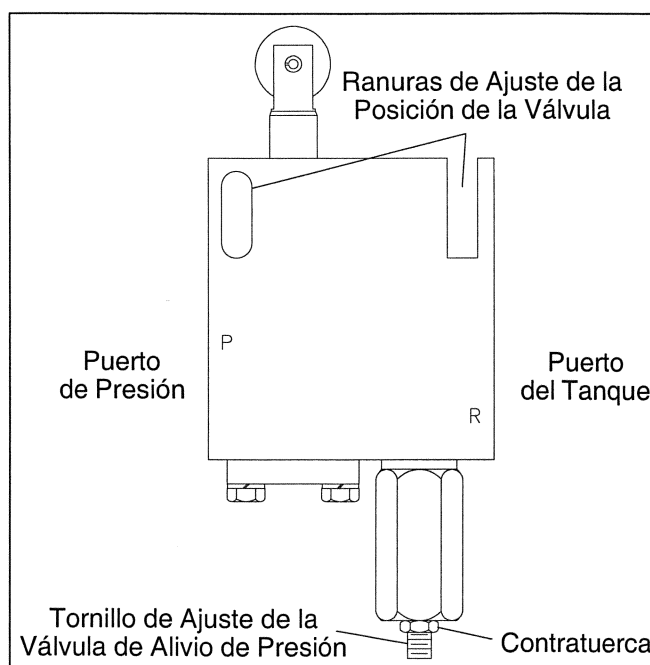

Figura 5.34 — Ajuste de la Válvula de Almacenamiento del Brazo
7. La válvula de alivio de presión tiene un tornillo de ajuste y una contratuerca (ver Figura 5.34). Si la lectura de la presión de alivio tomada en el Paso 6 fuera superior a 500 psi, disminuya la presión de alivio. Para hacer esto, afloje la contratuerca y gire el tornillo de ajuste en el sentido contra-reloj. Si la lectura de la presión de alivio tomada en el Paso 6 fuera inferior a 500 psi, eleve la presión de alivio. Para hacer esto, afloje la contratuerca y gire el tornillo de ajuste en el sentido del reloj. Después que se haga el ajuste, apriete la contratuerca.